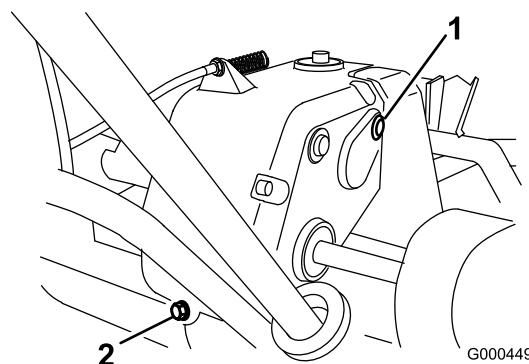

Figura 29
2. Togliete il tappo di controllo e riempimento dal lato destro della trasmissione (Figura 29).